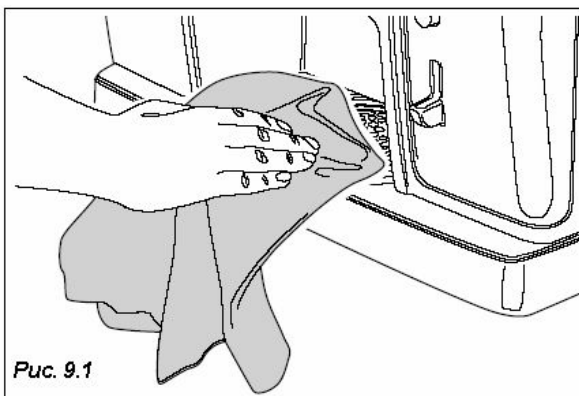

Рис. 9.1
- Очистите все видимые участки в раздаточных зонах (Рис.9.1 и 9.2)